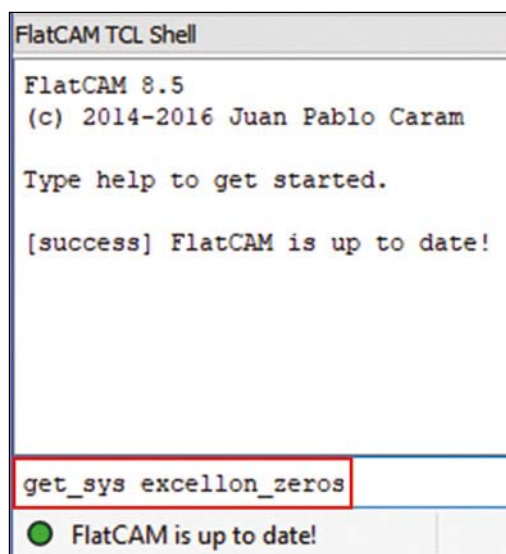

Fig. 8
- posizionarsi nella riga vuota che si trova alla base della shell del programma (**Fig. 8**);